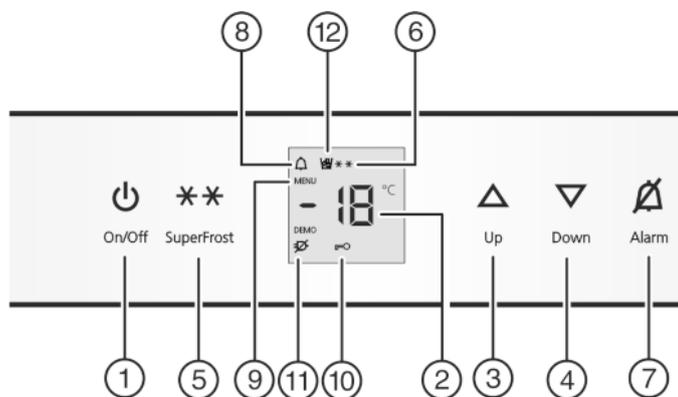

Fig. 2
- Appuyer sur la touche On/Off Fig. 2 (1).
- Activer le mode de réglage : appuyer env. 5 sec. sur la touche SuperFrost (5).
- ▷ Le symbole Menu Fig. 2 (9) est allumé.
- Confirmer : appuyer brièvement sur la touche SuperFrost Fig. 2 (5).
- Appuyer brièvement sur la touche SuperFrost Fig. 2 (5) pour activer la sécurité enfants.
- ▷ Le symbole Sécurité enfants Fig. 2 (10) est allumé. L'affichage **c** clignote.
- appuyer brièvement sur la touche SuperFrost Fig. 2 (5) pour désactiver la sécurité enfants.
- ▷ Le symbole Sécurité enfants Fig. 2 (10) s'éteint. L'affichage **c** clignote.
- Désactiver le mode de réglage : appuyer sur la touche On/Off Fig. 2 (1).
L'affichage de la température clignote en même temps que le symbole Alarme Fig. 2 (8).
L'avertisseur sonore s'éteint automatiquement et le symbole Alarme Fig. 2 (8) et l'affichage de température arrêtent de
- ▶ Augmenter la température : appuyer sur la touche de réglage Up Fig. 2 (3).
- ▶ Diminuer la température : appuyer sur la touche de réglage Down Fig. 2 (4).